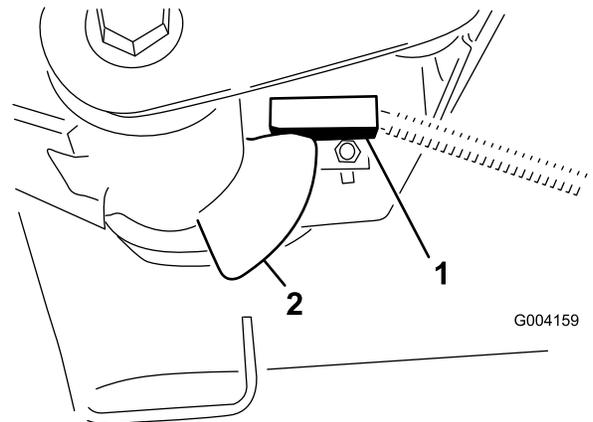

Figura 42
2. El interruptor del brazo de elevación está situado debajo del depósito de aceite hidráulico y detrás del brazo de elevación delantero derecho (Figura 42).
3. Afloje los tornillos de montaje del interruptor (Figura 42) y desplace el interruptor hacia abajo para aumentar la altura de giro del brazo de elevación, o hacia arriba para reducir la altura de giro del brazo de elevación. Apriete los tornillos de montaje.